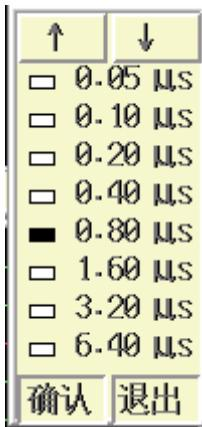

图 3.10 选择采样周期
操作：可以直接用【③】、【④】键来修改，也可以按【确认】键调出选择采样周期界面（如图 3.10 所示）进行选择。